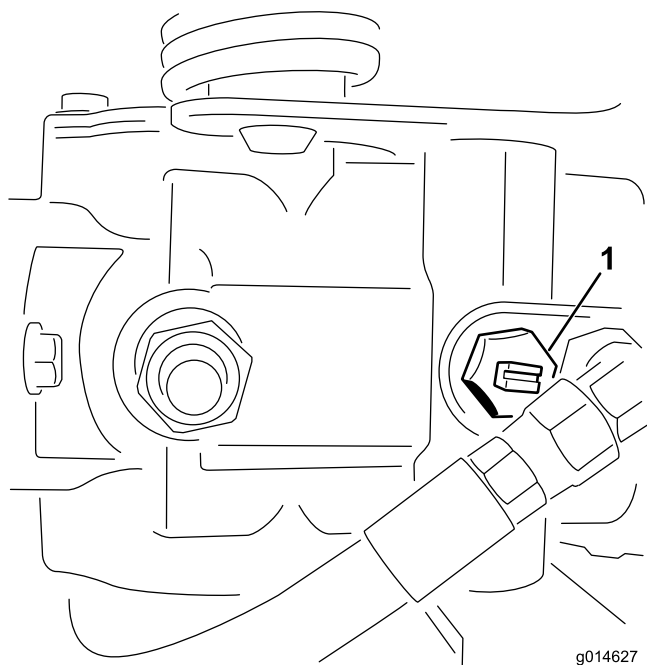

Figure 41
1. Trouvez la vanne de dérivation sur la pompe jusqu'à ce que la fente soit verticale (Figure 41).
2. Avant de mettre le moteur en marche, fermez la vanne de dérivation (fente horizontale) (Figure 41).